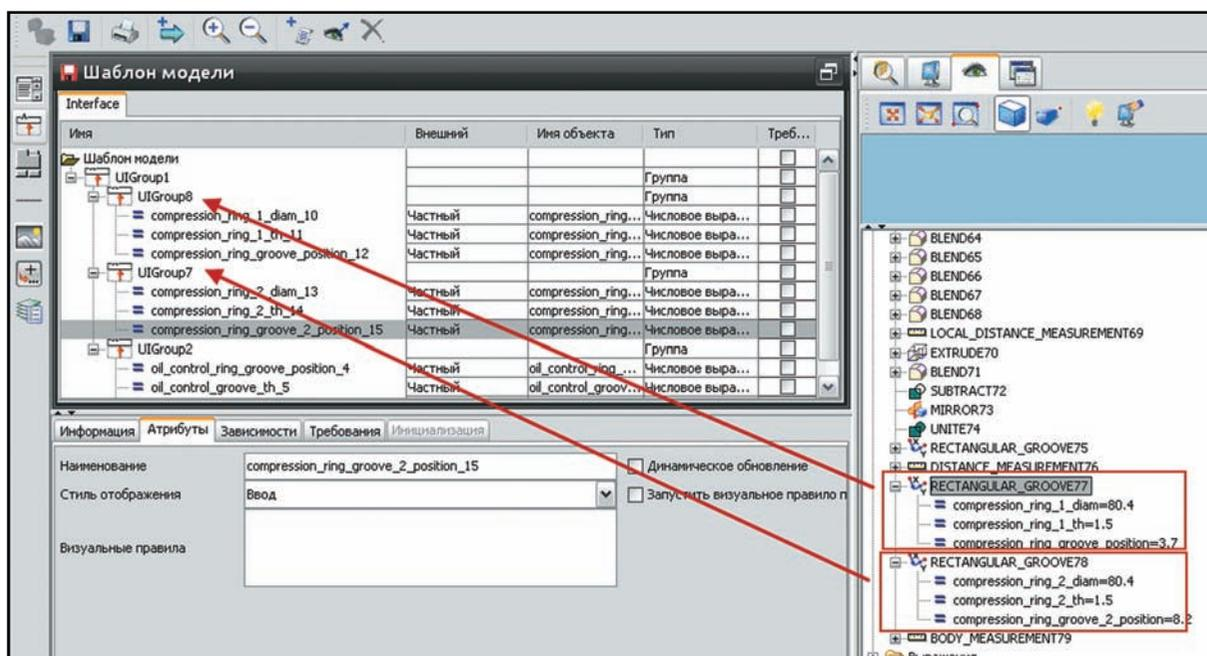

Рисунок 10.19 Наполнение параметрами
- В верхнюю и нижнюю группы перетащите параметры элементов RECTANGULAR_GROOVE77 и RECTANGULAR_GROOVE78 соответственно, аналогично тому, как это делалось для первой группы. Важно правильно отслеживать иерархию добавляемых элементов, чтобы соответствующие блоки интерфейса попадали в правильное место (рис. 10.19).